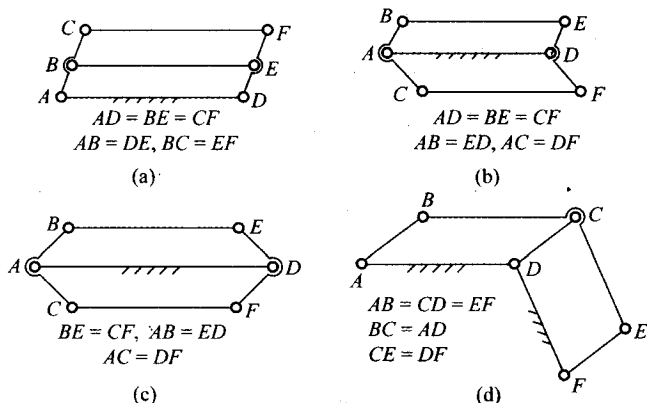

图 1-3 题 1.4.1 图
1.4.1 在图 1-3 所示的运动链中,哪个是不能动的? 为什么?